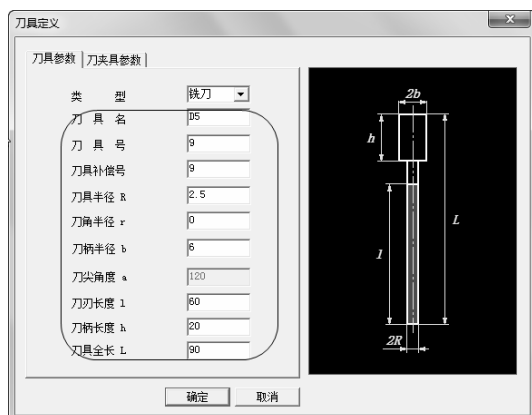

图 2-116 “刀具定义”对话框
7) 单击“刀具参数”选项卡，单击“增加刀具”按钮，系统弹出“刀具定义”对话框，选择“类型”为“钻头”，设置刀具参数如图 2-116 所示。“刀夹具参数”设置为系统默认，然后单击“确定”按钮，刀具便增加到了刀具库中。